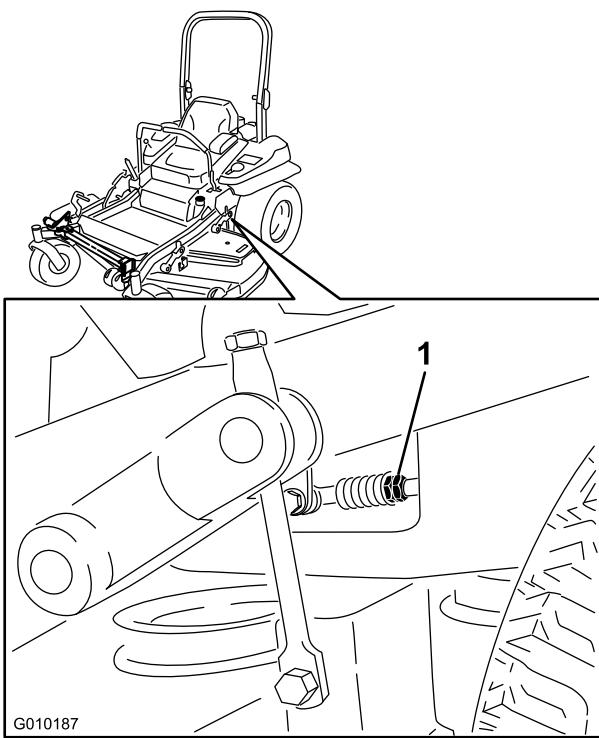

Figure 78
- Placez les leviers de commande de déplacement en position point mort. Réglez la longueur des tiges de pompes en tournant les doubles écrous dans le sens voulu jusqu'à ce que les roues tournent légèrement en marche arrière (Figure 78). Placez les leviers de commande de déplacement en position de marche arrière et, tout en appuyant légèrement sur les leviers, laissez les ressorts de marche arrière ramener les leviers au point mort. Les roues doivent s'arrêter de tourner ou tourner légèrement en arrière.